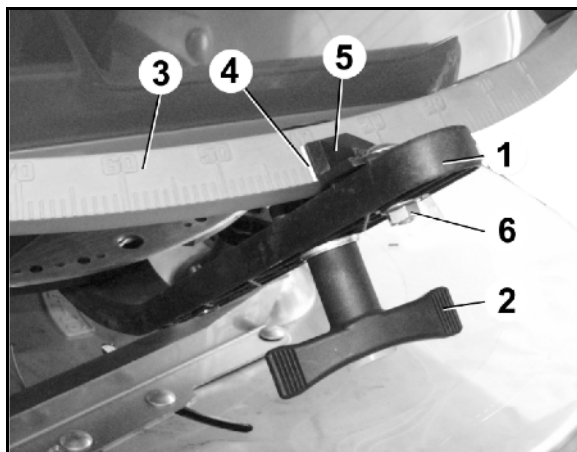

Bild 96
1. Lossa smörjnippeln (Bild 96/1) i ledgaffeln (Bild 96/2) på kraftöverföringsaxeln.
2. Skruva loss brytbulten (Bild 96/4) mellan kraftöverföringsaxelns gaffelfläns (Bild 96/3) och kragen på växellådans ingående axel.